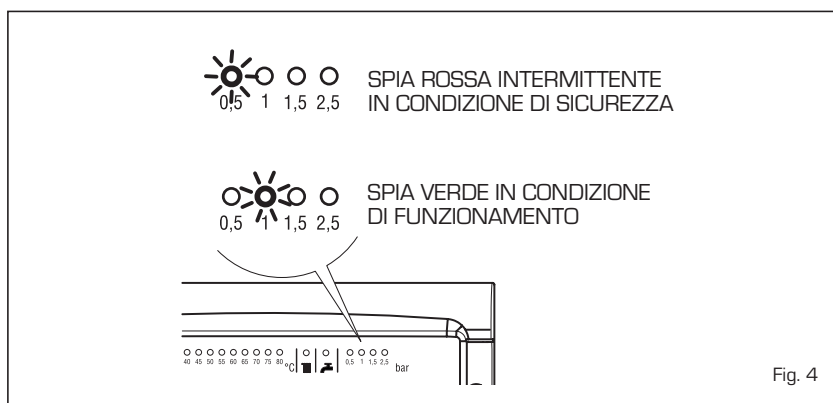

Fig. 4
- Insufficiente pressione acqua (fig. 4)